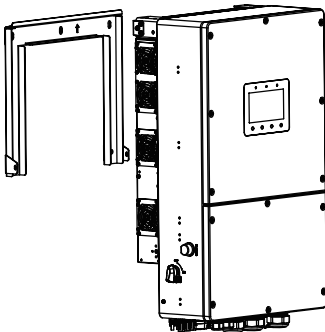

Figura 3.7 Suporte para montagem em parede
2. levante o inversor (tomando cuidado para não forçar o corpo) e alinhe o suporte traseiro do inversor com a seção convexa do suporte de montagem. Pendure o inversor no suporte de montagem e certifique-se de que o inversor esteja seguro (consulte a Figura 3.7).